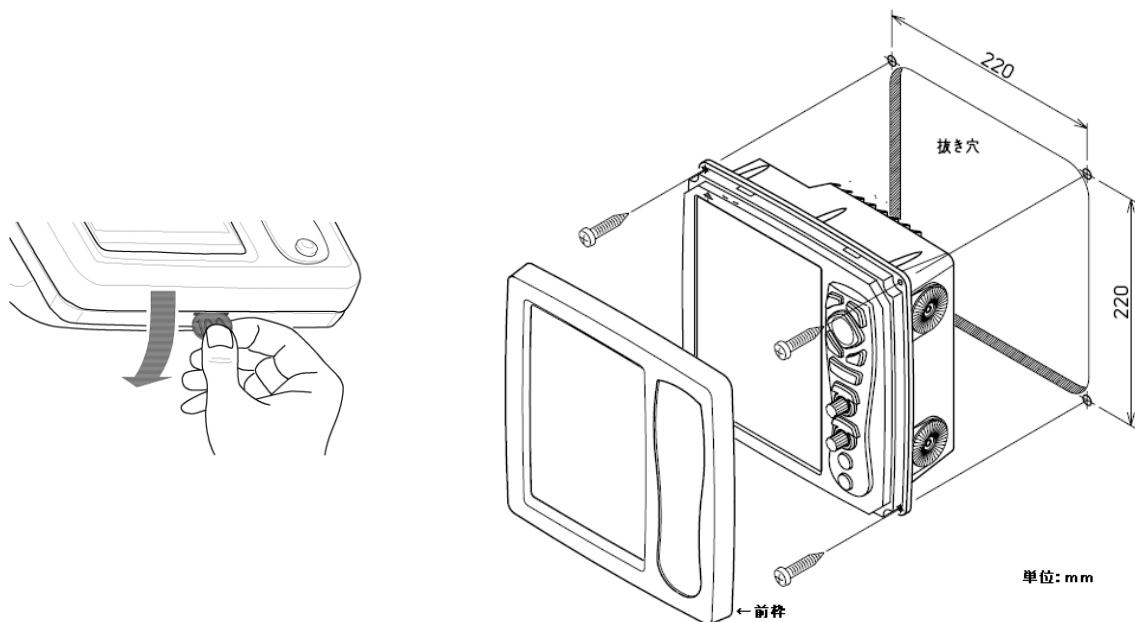
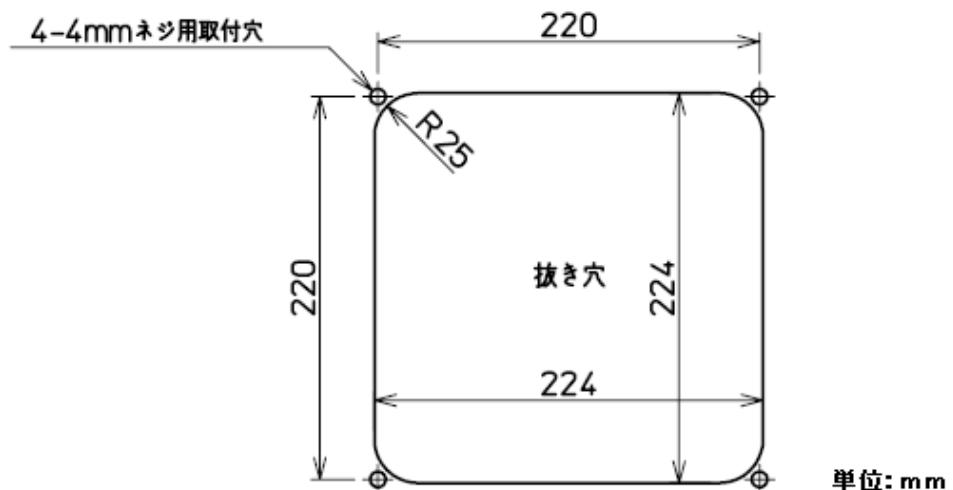

図 6.4 フラッシュマウント取付図
図 6.5 フラッシュマウント取り付け穴加工図
- (1) 設置場所に角穴をあけます。(図 6.5 参照)
- (2) 表示機本体と取付架台を固定しているノブボルトを外し、本体を上方に抜きます。取付架台とノブボルトは使用しません。
- (3) 本体と角穴が合うか、ハメ合わせを確認します。
- (4) 表示機の下部にある溝にコインを挿入し、コインを下に押し、前枠を取り外します。(図 6.4 参照)
- (5) 電源、送受波器およびその他航法装置のコネクターを、それぞれ本体に接続します。
- (6) 表示機を設置する場所（角穴）にはめ込み、4mm のタッピングネジ（または M4 なべ小ネジ）4 本で固定します。(4mm ネジは取り付け部の厚さに応じたネジを手配してください。)
- (7) (4) 項で外した前枠を取り付けます。